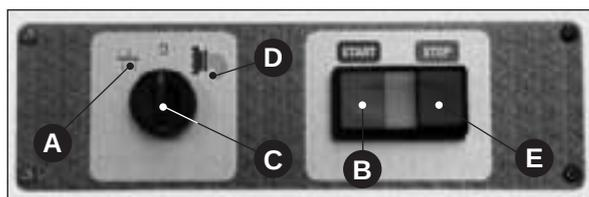

Fig. 11
- fermare la macchina mettendo il selezionatore sulla posizione "0" (Fig. 11 **C**) e girarlo poi sulla posizione di impasto (Fig. 11 **A**) per 10-15 secondi in modo da eliminare la pressione sulla trafila dovuta al prodotto;
- rimettere infine il selezionatore sullo "0" (Fig. 11 **C**) o premere il pulsante STOP (Fig. 11 **E**);
- Nella posizione "0" (Fig. 11 **C**) tutti gli organi della macchina devono essere fermi; nella posizione "trafila" (Fig. **D**) il mescolatore ruota in un senso; nello stesso senso deve girare la coclea (verificare dalle feritoie del coperchio); nella posizione "mescolare" (Fig. 11 **A**) gli organi devono girare in senso contrario.